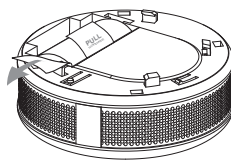

Fig. 3
3. Verwijder de papieren strip tussen de batterij (Fig. 3).